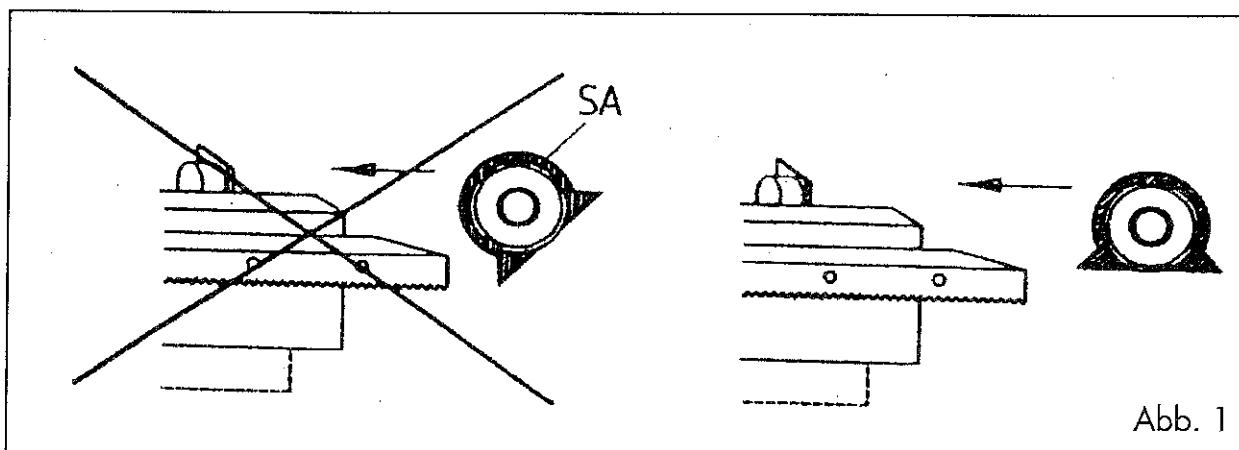

Abb. 1
Staub-Abstreifringe (SA) auf den zwei Laufrollen ("LR" → Seite DD6132-1101... Abb.1) oberhalb der Zahnstangen montieren. Achten Sie darauf, daß beim Aufschieben des Anschlagwagens sich die zwei montierten Staub-Abstreifringe nicht verklemmen.
Die Einstellung ist richtig, wenn bei einer manuellen Bewegung zwischen der Zahnstange und den Laufrollen ("LR" → Seite DD6132-1101... Abb.1) noch einen Spielraum von ca. 0,1 besteht.